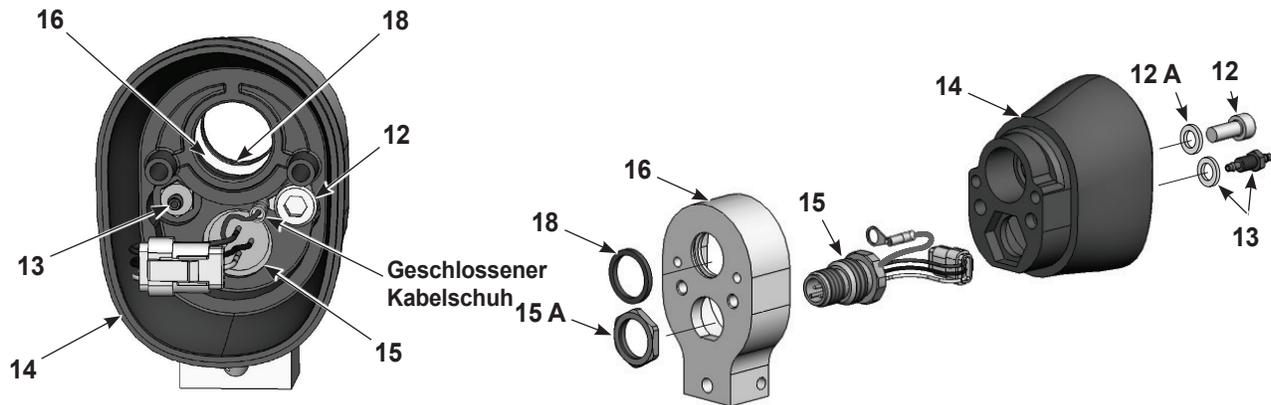

Abbildung 7-9 Applikator für Stangenmontage zerlegen (3 von 3)
8. Siehe Abbildung 7-9. Zum Zerlegen der hinteren Gehäusebaugruppe die Schraube (12), den Sicherungsring (12A) und den Schlauchsteckanschluss und den Sicherungsring (13) aus dem hinteren Gehäuse (14) entfernen. Ein 3-mm-Innensechskantschlüssel und ein 1/4-Zoll-Steckschlüssel mit Verlängerung sind erforderlich.
9. Die Mutter (15A) von der Buchse (15) schrauben, den Adapter vom hinteren Sprühapplikatorgehäuse abziehen und den Buchsenkabelstrang durch das Gehäuse führen.
10. Den Quad-Ring (18) im Adapter (16) prüfen und bei Beschädigung ersetzen.